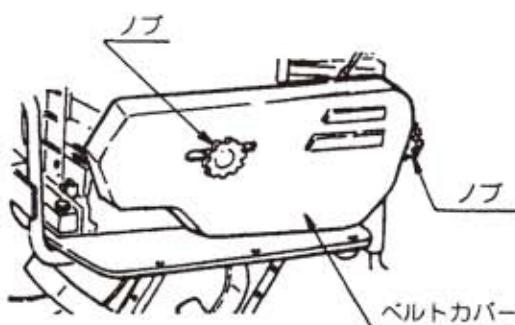

図42
- ベルトカバーのノブを緩め、ベルトカバーを取り外します。（図42）